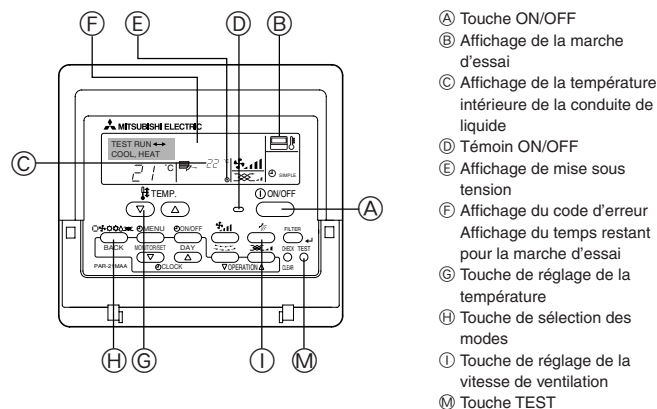

Fig. 7-1
7.2.1. Utilisation de la télécommande filaire (Fig. 7-1)
- ① Mettre l'appareil sous tension au moins douze heures avant l'essai de fonctionnement.
- ② Appuyer deux fois sur la touche [TEST] (ESSAI). ➡ Affichage à cristaux liquides "TEST RUN" (ESSAI DE FONCTIONNEMENT)
- ③ Appuyer sur la touche [Mode selection] (Sélection Mode). ➡ Vérifier si la soufflerie fonctionne.
- ④ Appuyer sur la touche [Mode selection] (Sélection Mode) et passer en mode refroidissement (ou chauffage). ➡ Vérifier si la soufflerie souffle de l'air froid (ou chaud).
- ⑤ Appuyer sur la touche [Fan speed] (Vitesse soufflerie). ➡ Vérifier si la vitesse de la soufflerie change.
- ⑥ Vérifier le bon fonctionnement du ventilateur de l'appareil extérieur.
- ⑦ Arrêter l'essai de fonctionnement en appuyant sur la touche [ON/OFF]. ➡ Arrêt
- ⑧ Enregistrez un numéro de téléphone.